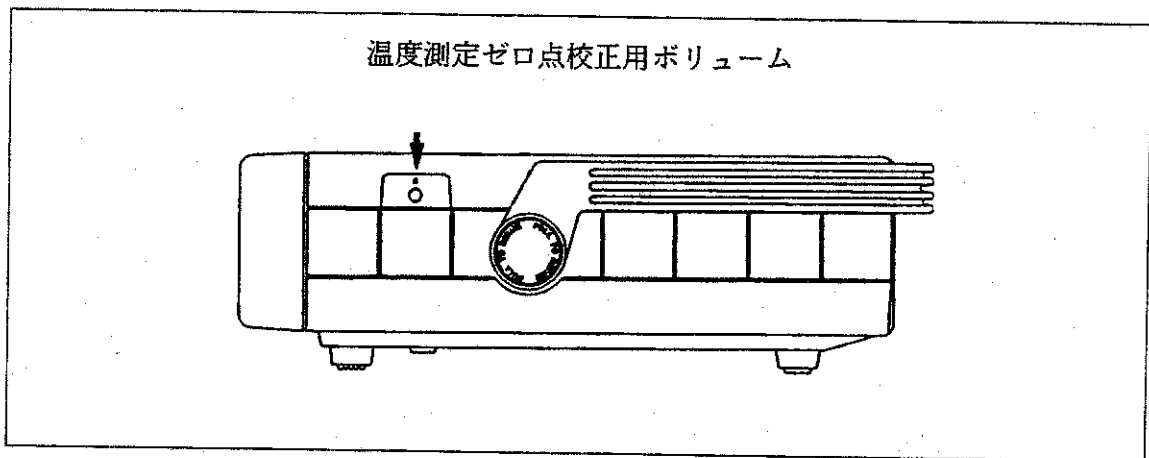

図8-3 温度測定ゼロ点校正ボリュームの位置
- 3 表示値から熱電対で生じる誤差と、0℃氷点器の誤差を差し引いた値が0.0℃±2 digitsとなるようにボリューム (図8-3)をマイナス・ドライバで調節します。